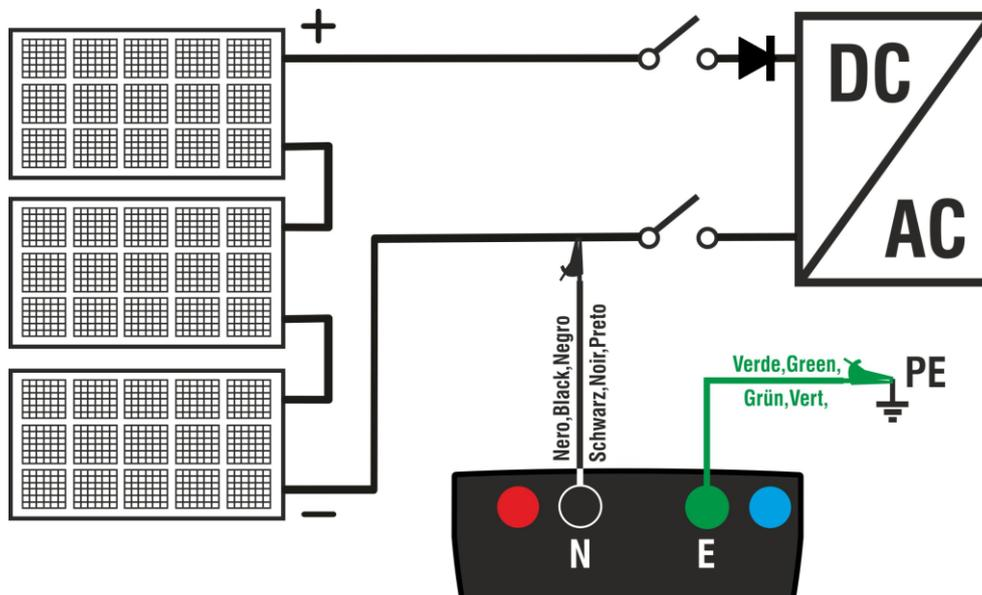

Fig. 7: Connexion de l'instrument pour la mesure de l'isolation en mode TMR
8. Connectez l'instrument à la chaîne PV testée comme indiqué dans Fig. 7. **Le test peut également être effectué sur plusieurs chaînes en parallèle les unes avec les autres. N'oubliez pas que les parafoudres connectés aux câbles de la chaîne / des chaînes doivent également être déconnectés et qu'il est conseillé de mesurer en amont d'éventuelles diodes de blocage**